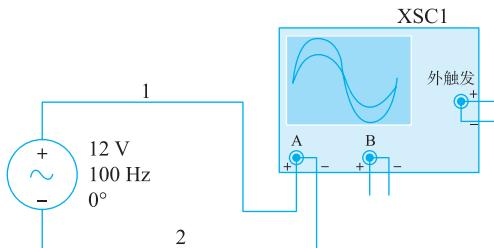

图 2-1-10 任务电路图
(1) 用电路仿真软件 Multisim 构建仿真电路，提供正弦交流信号源，如图 2-1-10 所示。
(2) 连接示波器，如图 2-1-10 所示。